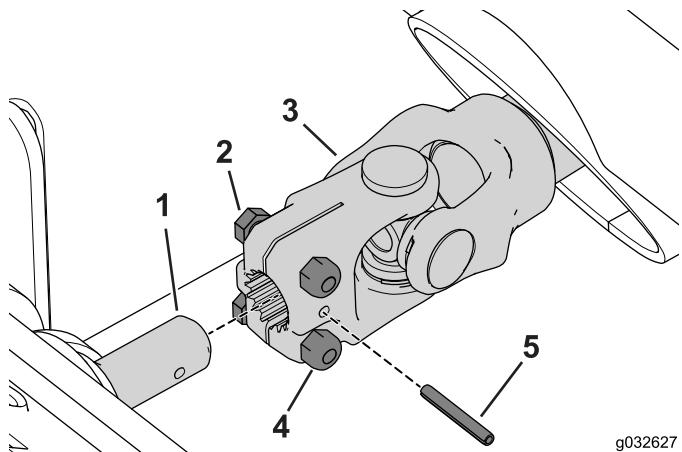

Рисунок 102
2. Извлеките цилиндрический штифт и ослабьте два болта, которые крепят ведущий вал к валу редуктора (Рисунок 102).